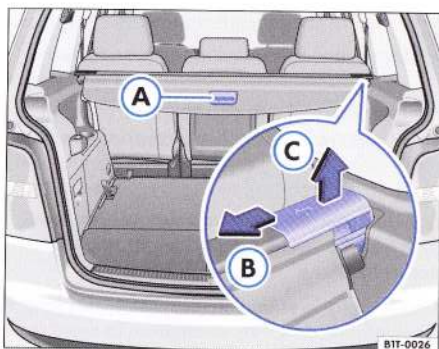

Fig. 98 Masca de acoperire a portbagajului: acoperirea portbagajului și demontarea măștii de acoperire.
- Trageți raftul din portbagaj de mâner ⇒ fig. 98 A în spate și fixați raftul în părțile laterale.